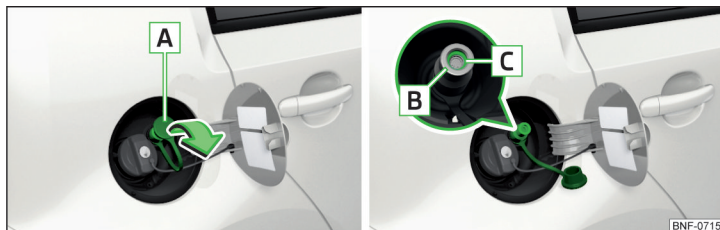

Fig. 104 Naturgaspåfyldningsstuds
- Tag kappen **A** » Fig. 104 af i pilens retning, og sæt tankpistolen fra tankanlægget på påfyldningsstuds **B**.
- Kontroller, at pakringen **C** » Fig. 104 bliver siddende i påfyldningsstuds **B**. Hvis pakringen er rutsjet over på tankpistolen, skal den sættes ind i påfyldningsstuds igen.